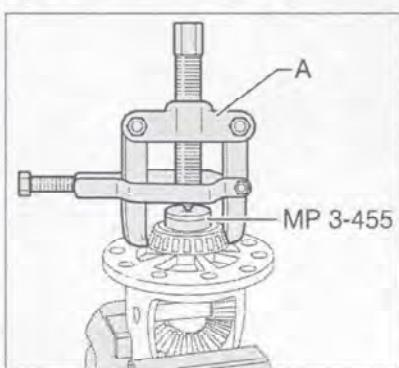

Рис. 7.138. Снятие внутренней обоймы роликоподшипника в крышке.
5. Стягните внутреннюю обойму левого роликоподшипника с помощью съемника Kukko 204/2 (A) (рис. 7.138).